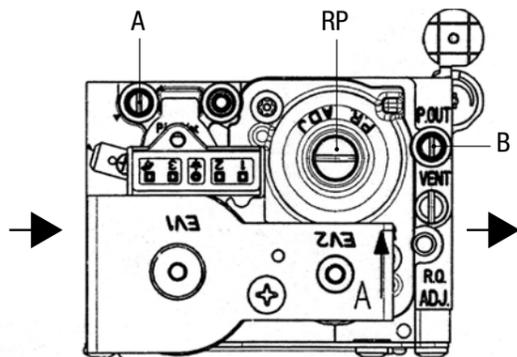

Fig. 14
7. Mettere in funzione il generatore e verificare che la pressione di ingresso alla valvola (mediante presa di pressione A della fig. 14) sia quella prescritta per il tipo di GPL utilizzato (vedi tabella dati tecnici a pag. 8)
6. Agendo sulla vite RP della fig. 14, regolare la pressione all'iniettore fino al valore corrispondente per il gas metano (vedi tabella). Il valore della pressione all'iniettore è rilevabile utilizzando la presa di pressione B della figura 14.